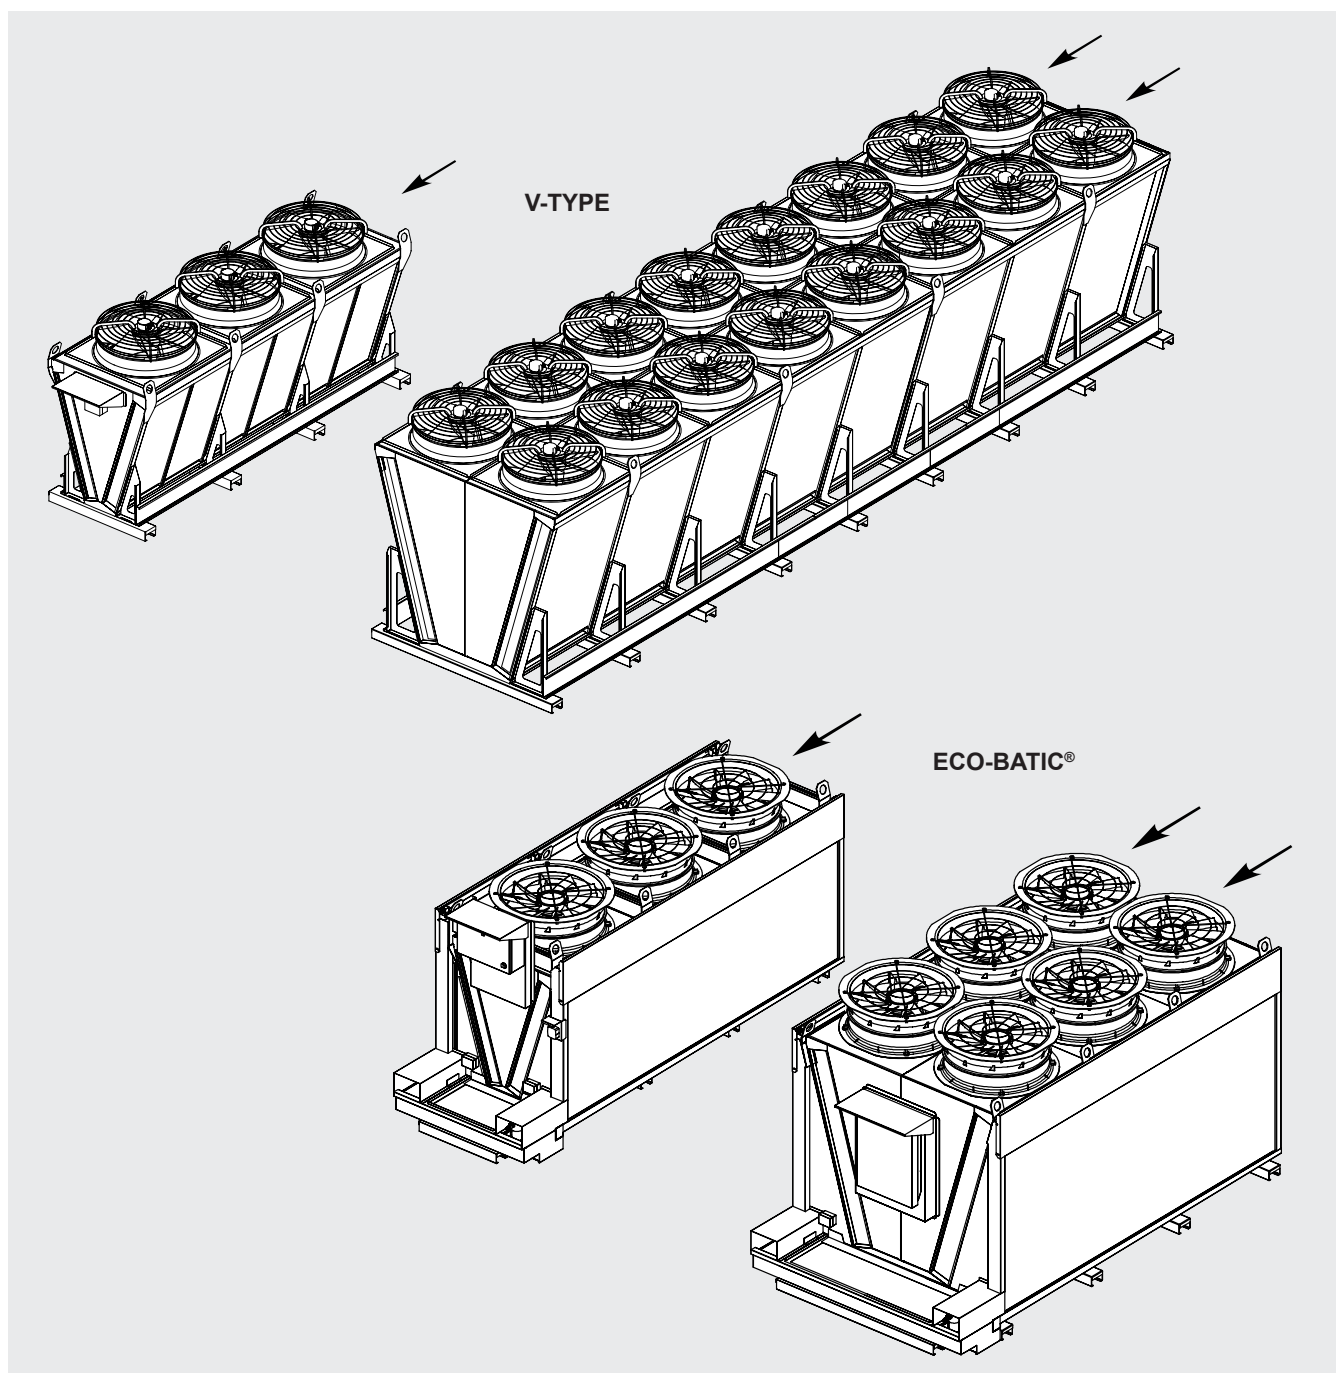

Figura 1
- 3.1 Los modelos V-Type, condensadores, enfriadores de gas (gas cooler), enfriadores secos (dry cooler) y Eco-Batic® - Serie AV pueden ser de una o dos filas, es decir, pueden tener una o dos filas de ventiladores. Véase la Figura 1.